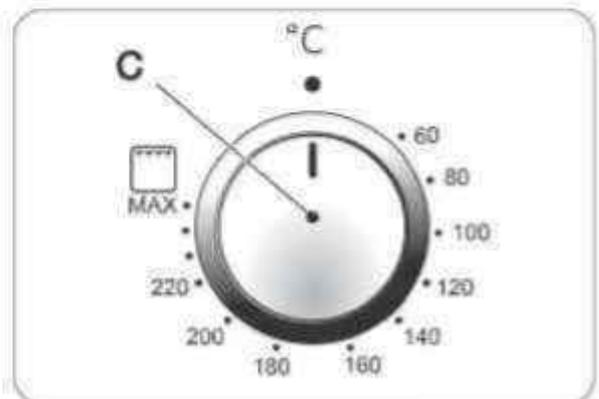

Abb. 4.3
Zum Einschalten und Verwenden des Backofens im manuellen Modus (mit Ausschluss des Garprogramms) genügt es, den Drehknopf zur Auswahl des Garmodus (B, Abb. 4.2) in die gewünschte Position zu stellen und dann die Temperatur mit dem Thermostatdrehknopf (C, Abb. 4.3) einzustellen.
- 3 - Stellen Sie mit dem Drehknopf zur Auswahl des Garmodus (B, Abb. 4.2) die gewünschte Garfunktion ein und verwenden Sie den Drehknopf (C, Abb. 4.3), um den Thermostat einzustellen.